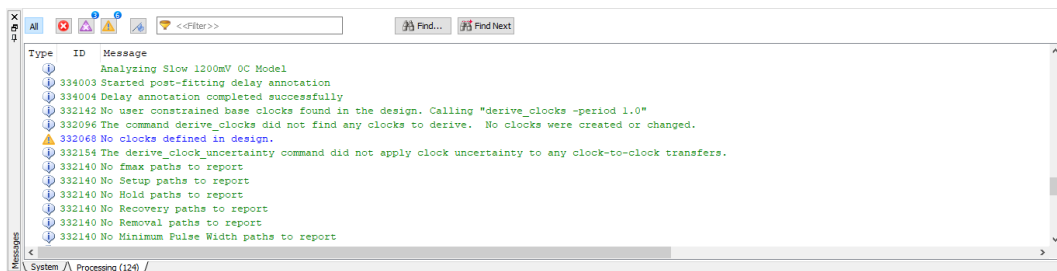

Figura 27: Janela com a mensagem expandida
3. Para localizar a fonte de uma mensagem gerada pelo compilador deve-se clicar na janela de mensagem no ícone  e expandi-lo para encontrar uma unidade de projeto, incluindo uma entidade (Figura 27).